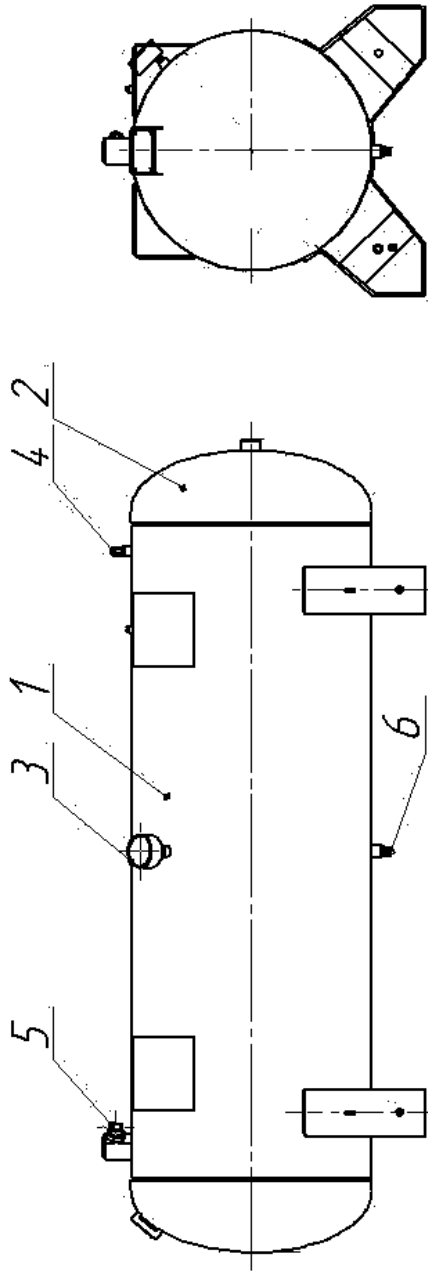

Рисунок 9. Ресивер.
4.1.4 Ресивер установки (рис. 9) представляет собой стальной сварной сосуд с выпуклыми эллиптическими днищами, установленный на опоры.